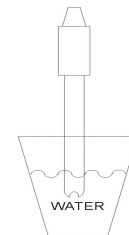

Abb. 1-2
4.3 Waschen Sie die pH-Elektrode in destilliertem Wasser. Abb.1-2.